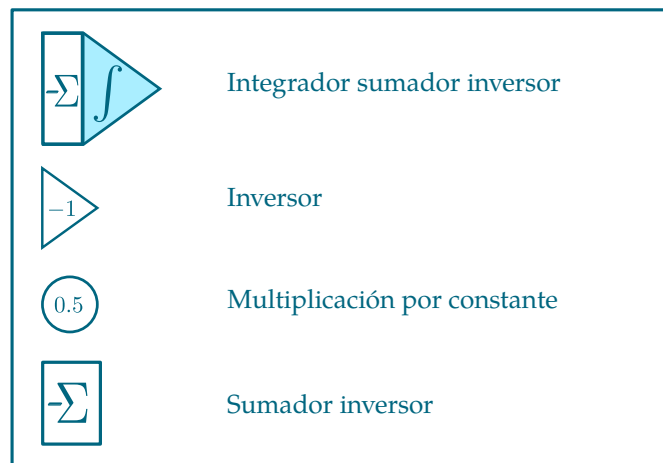
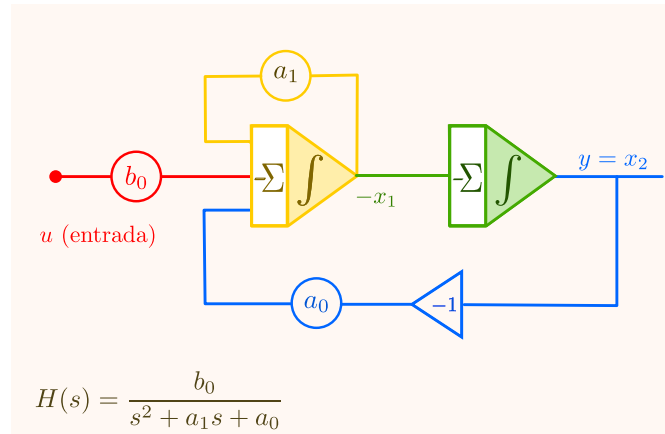

Figura 1: Bloques analógicos.
Figura 2: Implementación analógica del sistema de segundo orden.
El THAT tiene varios bloques de computación analógica (multiplicadores, comparadores). Vamos a usar los siguientes bloques en esta práctica, junto con las convenciones mostradas en la figura 1.
Con base en los bloques de computación analógica en la figura 1 vamos a implementar las ecuaciones de estado en (2). Estas ecuaciones se implementan de acuerdo al diagrama de computación analógica de la figura 2: